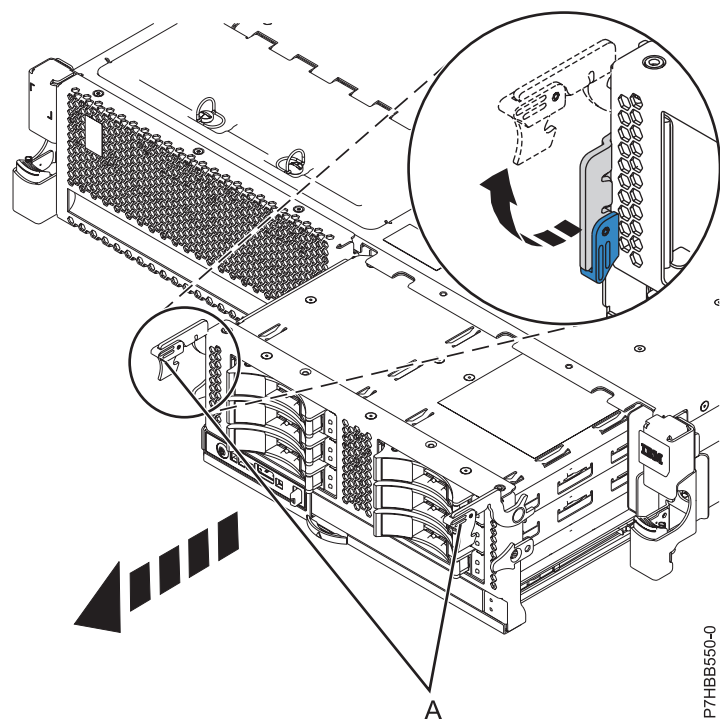
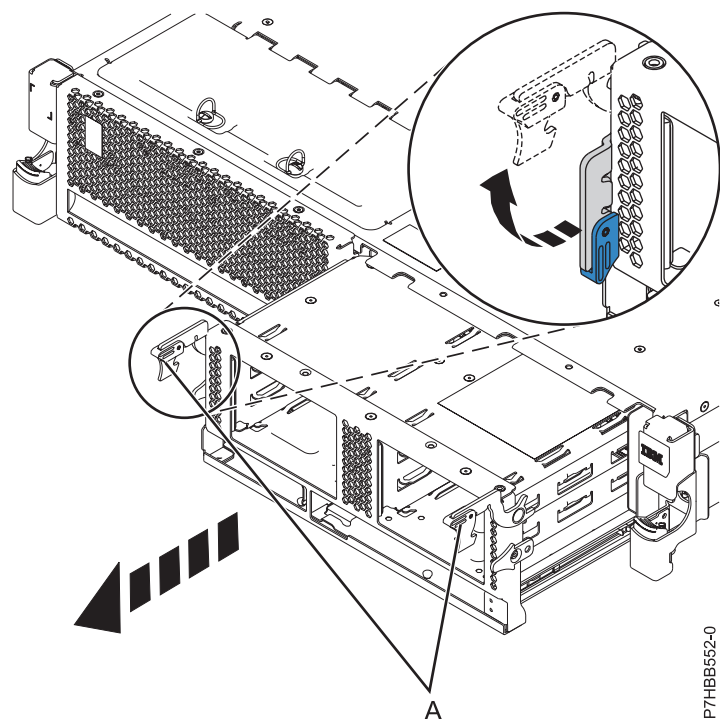

Figure 6. Retrait du fond de panier comportant des unités de disque
Figure 7. Retrait du fond de panier ne comportant pas d'unités de disque
13. Déverrouillez le fond de panier de l'unité de disque en tirant les poignées (A) afin de les mettre en position ouverte, au centre du fond de panier, comme indiqué dans la figure 6 et la figure 7.